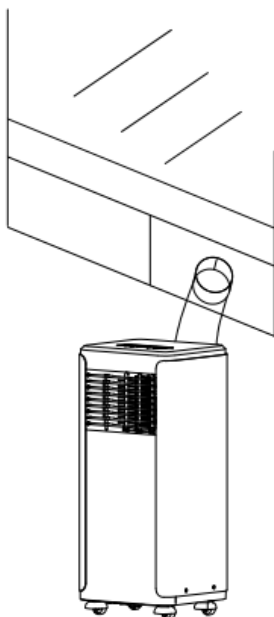

Fig.2
- 2) Conforme mostrado na Fig. 2 e Fig. 2a, instale a mangueira de exaustão e ajuste bem a posição da janela.